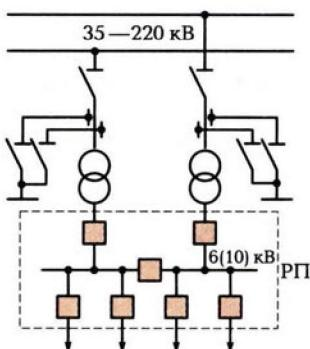

Рис. 12.1
Электрическая энергия, вырабатываемая на электростанциях большой мощности, подводится к удаленным потребителям по линиям передачи высокого напряжения 35—750 кВ. Так как распределительная сеть потребителя (городская) имеет напряжение 6(10) кВ, то для понижения напряжения линий передачи служит *главная понижающая подстанция* (рис. 12.1). Она содержит понижающие трансформаторы, которые подключаются к линиям передачи через выключатели и разъединители; на выводах высшего напряжения трансформаторов устанавливаются короткозамыкатели, необходимые при проведении ремонтных работ и профилактических осмотров.